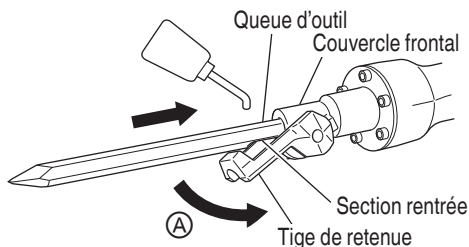

Fig. 5
- (1) Nettoyer la tige de l'accessoire, puis l'enduire de graisse ou d'huile de machine.
- (2) Déplacer la retenue sur la position ouverte (A). Aligner la tige de l'accessoire de façon que la section rentrée se trouve sous la bride, et insérer l'accessoire tel qu'une pointe à broyer, un cutter, etc. dans l'orifice hexagonal du couvercle avant (voir Fig. 5).